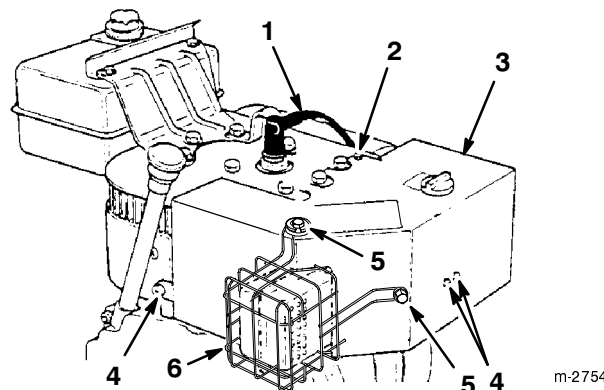

Figure 17
Avant d'utiliser la déneigeuse par une température extérieure supérieure ou égale à 4°C, déposez la boîte de chauffage (Fig. 17).
1. Débranchez la bougie et éloignez le capuchon pour éviter tout risque de contact accidentel (Fig. 17).
4. Retirez les deux vis Phillips, les deux vis à tête hexagonale et la rondelle-frein qui fixent la boîte de chauffage en position (Fig. 17).